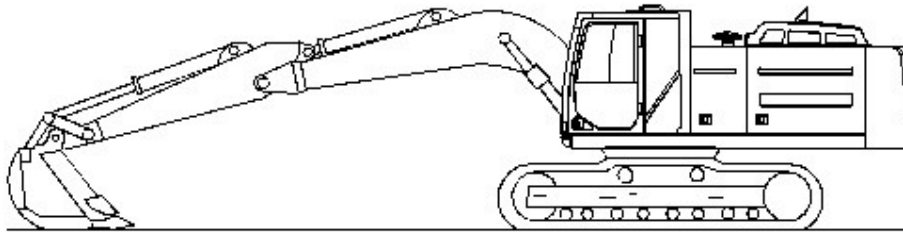

Ilustración 1
2. Retraiga completamente la varilla del cilindro del brazo. Ajuste la posición del varillaje de modo que la herramienta esté paralela al suelo. Baje la pluma hasta que la herramienta esté a ras del suelo. Consulte la ilustración 1.